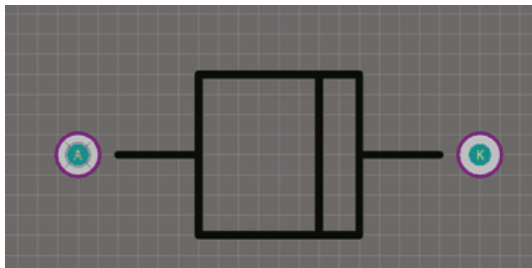

图 10-46 利用向导创建的二极管封装
(9) 单击 **Finish** 按钮，完成二极管封装的创建工作。结束创建工作后，编辑窗口出现刚创建的封装，如图 10-46 所示。